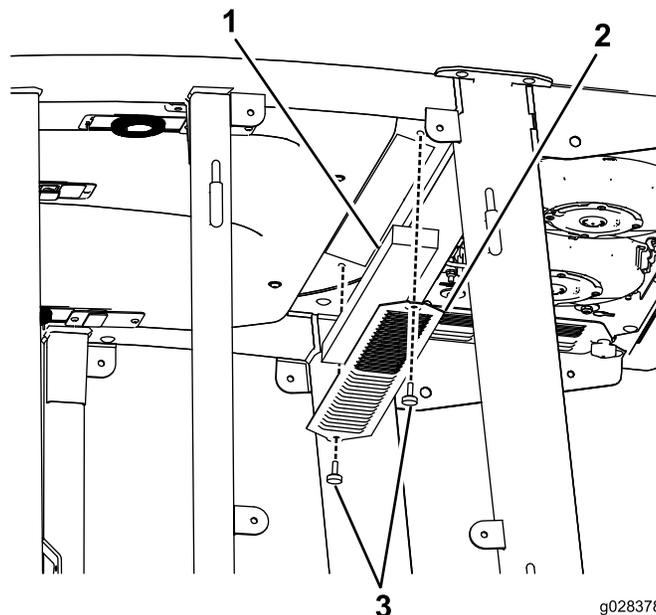

Figura 85
1. Rimuovete le viti e le griglie sia dal filtro dell'aria interno alla cabina, sia da quello sulla parte posteriore della cabina (Figura 85).